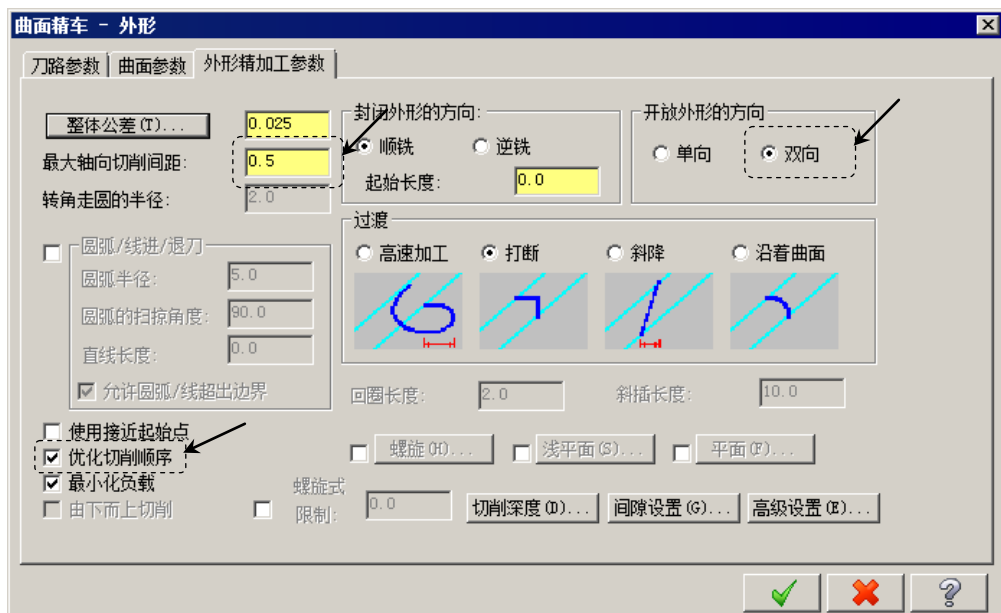
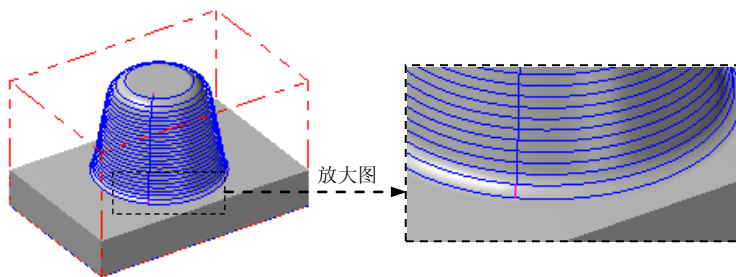

图 6.7.4 “外形精加工参数”选项卡
图 6.7.5 工件加工刀路
(1) 在“曲面精车-外形”对话框中单击 **外形精加工参数** 选项卡，如图 6.7.4 所示。
(2) 设置进给量。在 **外形精加工参数** 选项卡的 **最大轴向切削间距** 文本框中输入值 0.5。
(3) 设置切削方式。在 **外形精加工参数** 选项卡中选中 ☒ **优化切削顺序** 复选框，在 **封闭式轮廓的方向** 区域中选中 ☒ **顺铣** 单项，在 **开放式轮廓的方向** 区域中选中 ☒ **双向** 单项。
(4) 完成参数设置。对话框中的其他参数设置保持系统默认设置值，单击“曲面精车-外形”对话框中的 按钮，同时在图形区生成图 6.7.5 所示的刀路轨迹。
(1) 在“操作管理”中单击上一步创建好的刀路节点，系统弹出“刀路模拟”对话框及“刀路模拟控制”操控板。
(2) 在“刀路模拟控制”操控板中单击  按钮，系统将开始对刀具路径进行模拟，结果与图 6.7.5 所示的刀具路径相同，在“刀路模拟”对话框中单击  按钮。